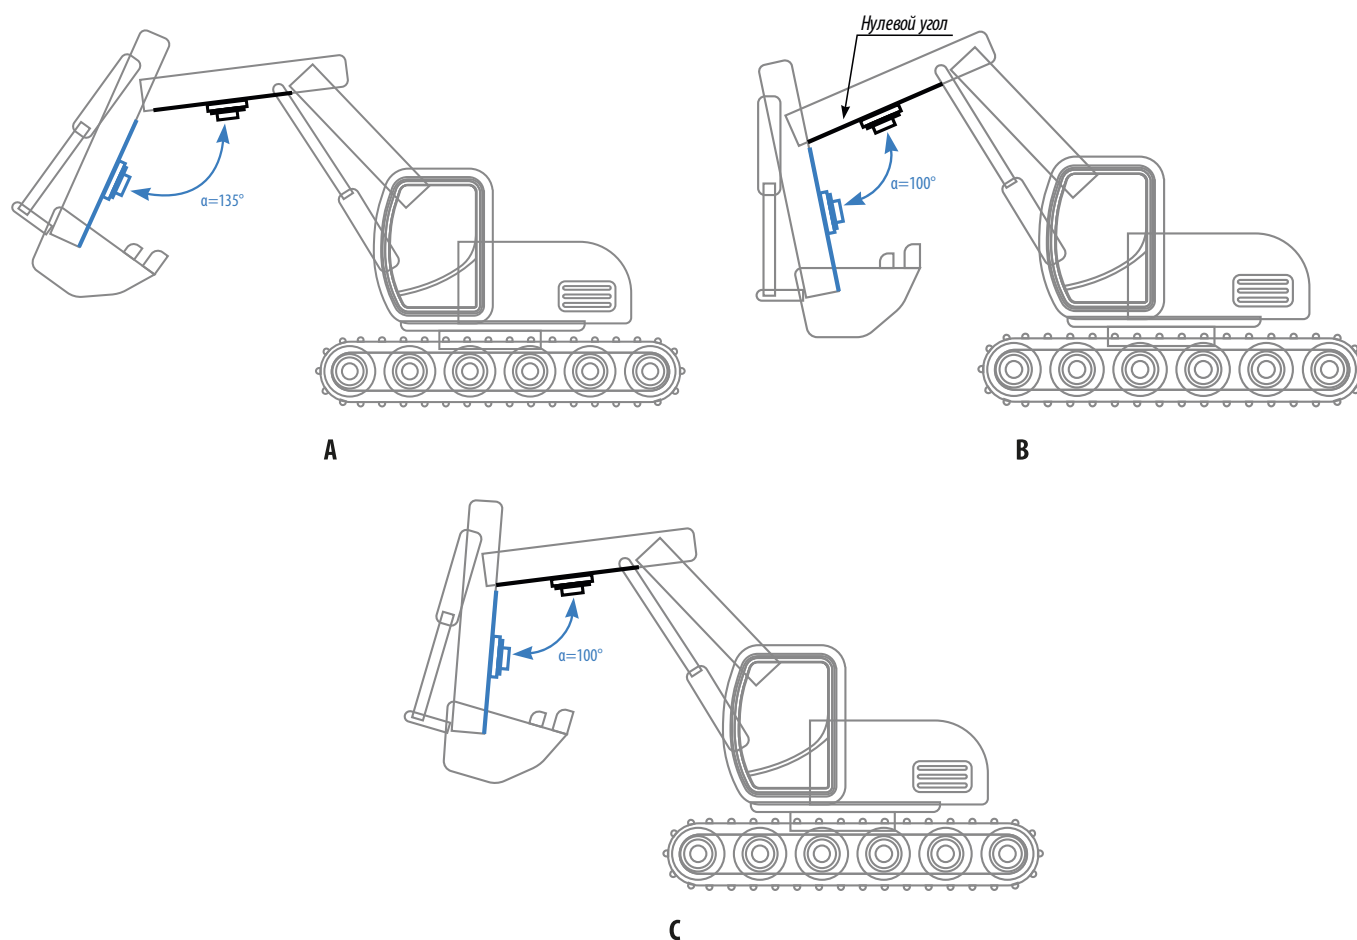

Рис.6. Разностный режим
- Мастер осуществляет измерение угла относительно датчика, который является помощником (**Рис.6, А**).
- Нулевой уровень задается помощником (**Рис.6, В**).
- Угол наклона остается постоянным при отклонении механизма, если при этом не меняется угол между помощником и мастером (**Рис.6, С**).